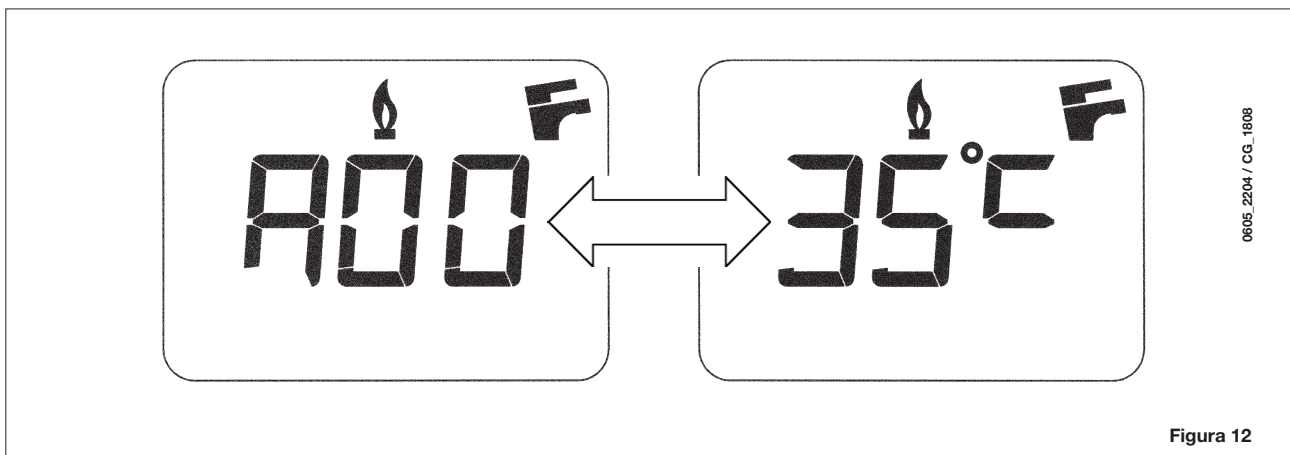

Figura 12
**NOTA:** cuando la función "INFO" está activada, en el display (figura 12) aparece la indicación "A00" alternada con la temperatura de salida de la caldera: